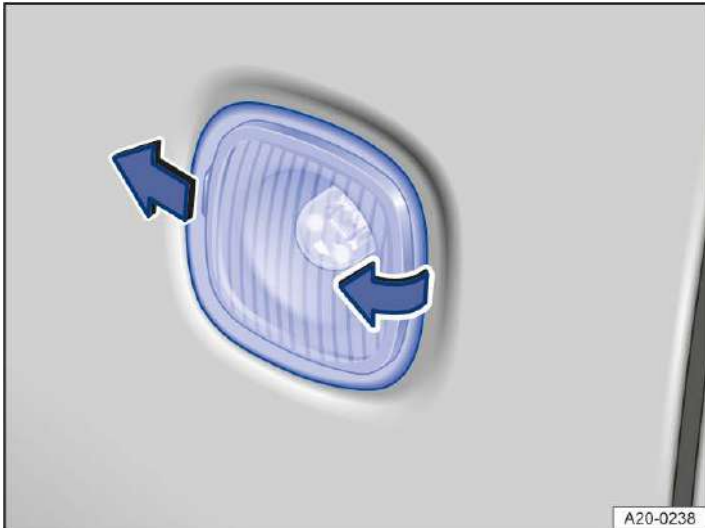

Abb. 1 An der Fahrzeugseite:
6. Anschlussstecker → Abb. 1 (1) auf den Lampenhalter → Abb. 1 (2) stecken. Der Anschlussstecker muss hörbar einrasten.